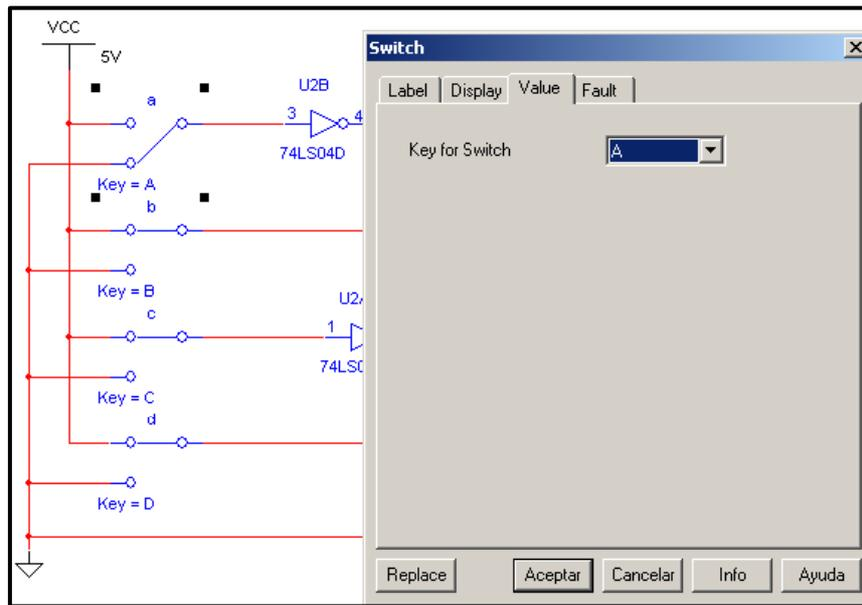

Fig. 35 Propiedades de los conmutadores
- A continuación haremos “doble click” con el ratón encima de los conmutadores para modificar sus propiedades y asignarles que tecla queremos utilizar para modificar su estado (Fig. 35).